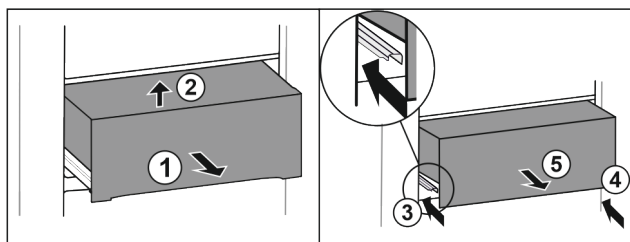

Fig. 36
- ▶ Zásuvku napůl vytáhněte Fig. 36 (1).
- ▶ Vpředu nadzvedněte Fig. 36 (2).
- ▶ Zasuňte levou kolejničku Fig. 36 (3).
- ▶ Zasuňte pravou kolejničku Fig. 36 (4).
- ▶ Zásuvku odeberte směrem dopředu Fig. 36 (5).